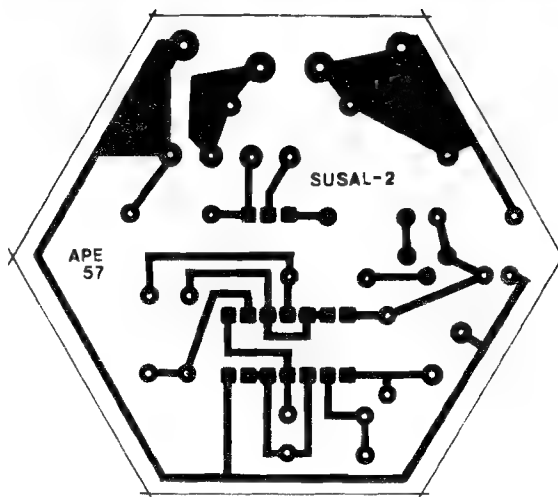

Fig.2
**- FIG. 2 - LAY OUT DO CIRCUITO IMPRESSO ESPECÍFICO** - Tratando-se de um desenho **especialmente** desenvolvido para a utilização no **container** dos projetos “Patola” indicados na LISTA DE PEÇAS, os requisitos mecânicos, formas, dimensões, etc., são **rigorosos**, e não podem ser desprezados, a menos que o Hobbysta